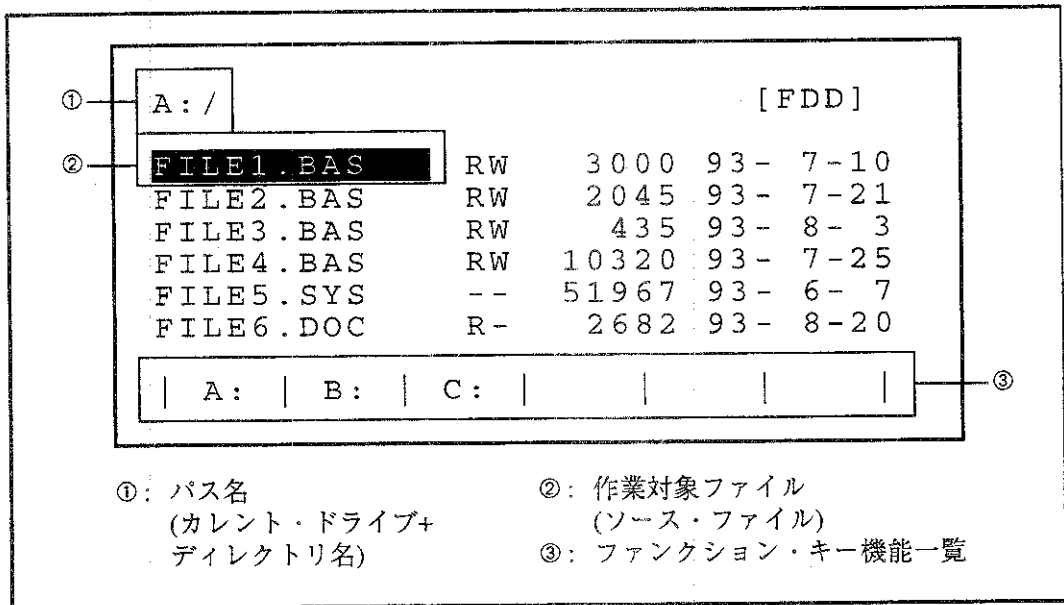

図 4-34 COPY の表示画面
①: 作業対象ファイルは、FILE モードでカーソル上にあったファイルです。
(7) COPY(ファイルのコピー) 画面
FILE モードで COPY(K5) キーを押すと、作業対象ファイル (カーソルのあるファイル) が読み出し可能なファイルであれば、図 4-34 のように画面表示されます。(詳しい操作については、4.1.3 項の (5) を参照して下さい。)